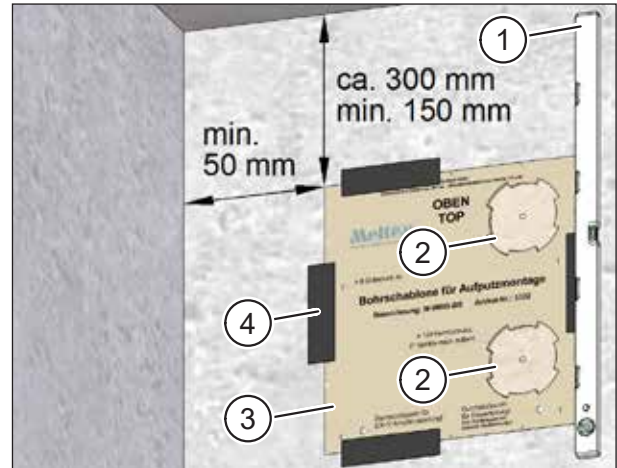

Abb. 16: Position der Kernlochbohrungen markieren
- ▶ Drücken Sie die vorgestanzten Ausschnitte (Pos. 2 in Abb. 16) für die Kernlochbohrungen aus der Bohrschablone.
- ▶ Setzen Sie die Bohrschablone (Pos. 3 in Abb. 16) am Montageort an der Innenwand an.
- ▶ Richten Sie die Bohrschablone mit der Wasserwaage (Pos. 1 in Abb. 16) aus.
- ▶ Fixieren Sie die Bohrschablone mit Klebeband (Pos. 4 in Abb. 16).